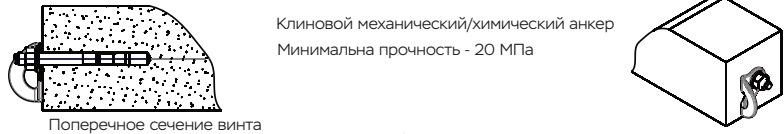

Рис.3
- 2. Установка анкерной точки должна проводиться в соответствии с правилами выполнения механических и строительных соединений. Для соединения следует использовать болтовые элементы M12 (изготовленные из нержавеющей стали класса не меньше A2/70. Длину болтов следует подбирать в соответствии с толщиной соединяемых элементов (примеры монтажа - Рис.3 и Рис.4). Крепежные изделия в комплект поставки не входят.